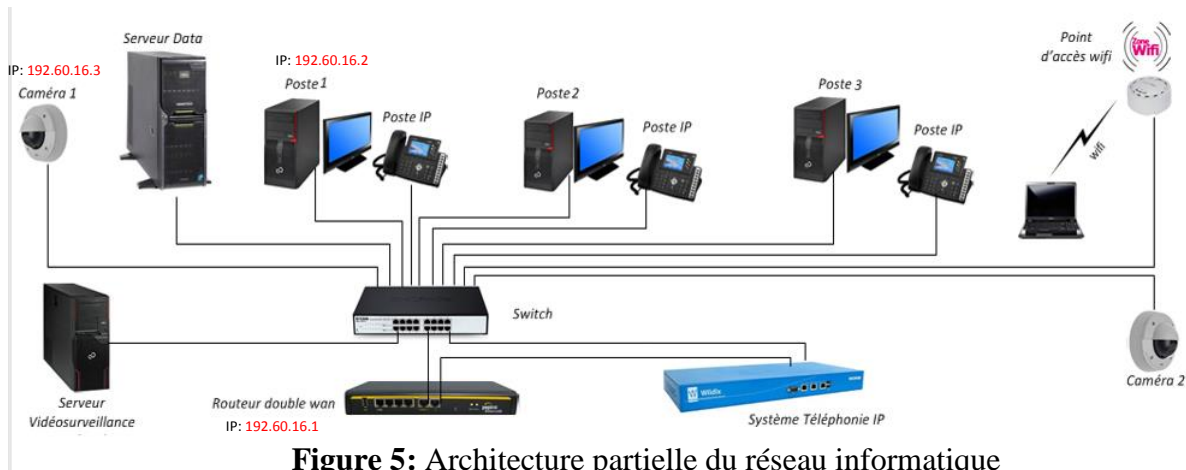

Figure 5: Architecture partielle du réseau informatique
b) A partir de la **Figure 5**, identifier la topologie utilisée dans ce réseau. (0.5pt)